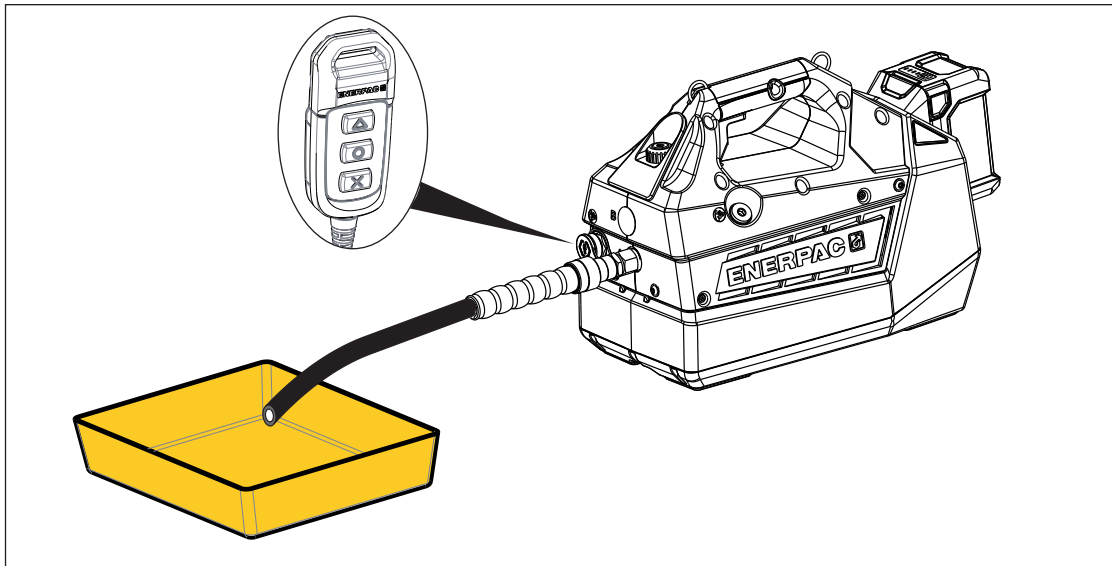

Abbildung 14: Hydrauliköltank ablassen
4. Schließen Sie einen Schlauch mit offenem Ende an Pumpenanschluss „A“ an. Geben Sie das offene Ende des Schlauches in eine geeignete Wanne oder einen geeigneten Behälter, die bzw. der groß genug ist, um das gesamte Altöl aufzunehmen. Siehe Abbildung 14.
6. Schalten Sie den Netzschalter der Pumpe ein (I).
7. Drücken und halten Sie die JOG-Taste , um den Motor zu starten und das Öl aus dem Tank abzulassen. Lassen Sie den Motor laufen, bis kein Öl mehr aus dem Schlauch mit offenem Ende herausläuft. Lassen Sie die JOG-Taste  anschließend los, um den Motor zu stoppen. Siehe Abbildung 14.